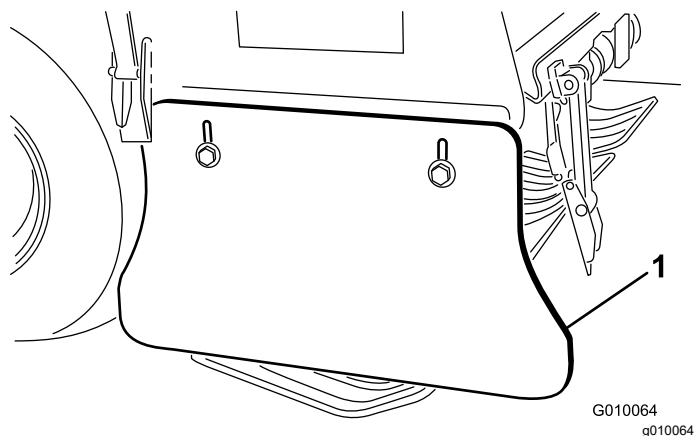

図 172
2. サイドシールドをコアリングヘッドのフレームに固定しているキャップスクリューとフランジロックナットをゆるめる **図 172**。